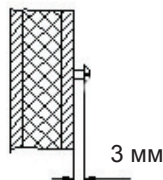
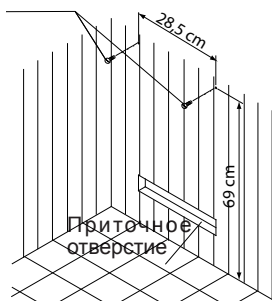

Рис.2
Рис.3
1.2 самореза вкрутить в деревянную стенку кабины в соответствии с указанными на рис. 3 размерами таким образом, чтобы между головкой винта и деревом оставалось прилбл. 3 мм свободного пространства. (рис. 2)
4. Нагревательный прибор для сауны подвесить на винты за специальные отверстия на задней стенке (рис. 3).